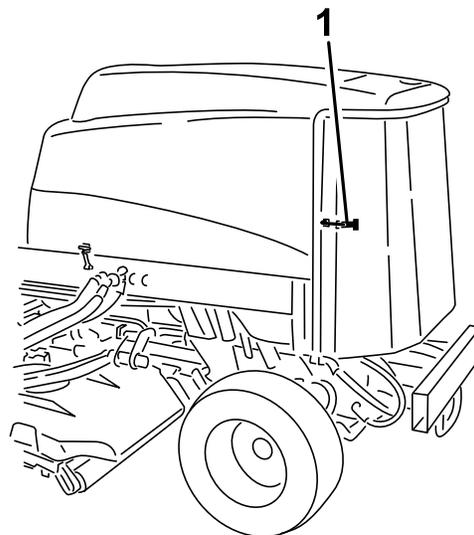

Figura 78
3. Destranque e abra o painel traseiro (Figura 78).